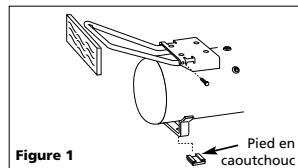

Figure 1
2. Placer un morceau de bois court contre le bout de la poignée et le frapper avec un maillet ou un marteau pour enfonce la poignée dans la plaque de base jusqu'à ce que les trous dans la poignée et la plaque de base soient alignés. (Voir Fig. 1).
4. Écarter les ouvertures dans les pieds et les glisser sur le support de fer. Positionner comme indiqué sur Fig.1.